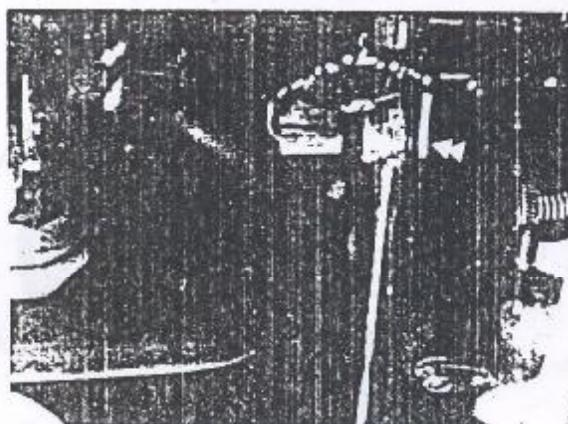

Figura 1.21.2. - Sensor da luz indicadora
3. Desligar os terminais do sensor da luz indicadora do radiador, localizado na base do radiador (Figura 1.21.2)
radiador, na base do radiador (Figura 1.21.2).